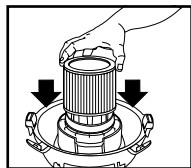

FIGURE 14
20. Alors que le couvercle du réservoir est renversé, glissez la cartouche filtrante vers le bas, sur le support de couvercle, et poussez jusqu'à ce que les joints du filtre reposent contre couvercle. **FIGURE 14.**